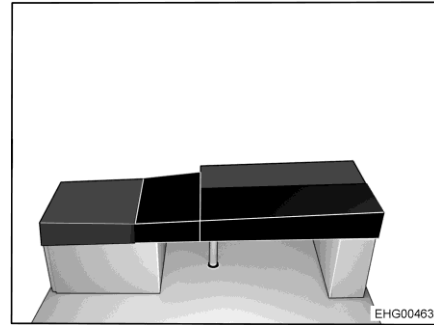

Fig. 181 Après la transformation
- Poser le coussin supplémentaire rectangulaire sur la table (voir Fig. 181).
- Poser le coussin supplémentaire en biseau sur l'extension de couchage en L (voir Fig. 181).